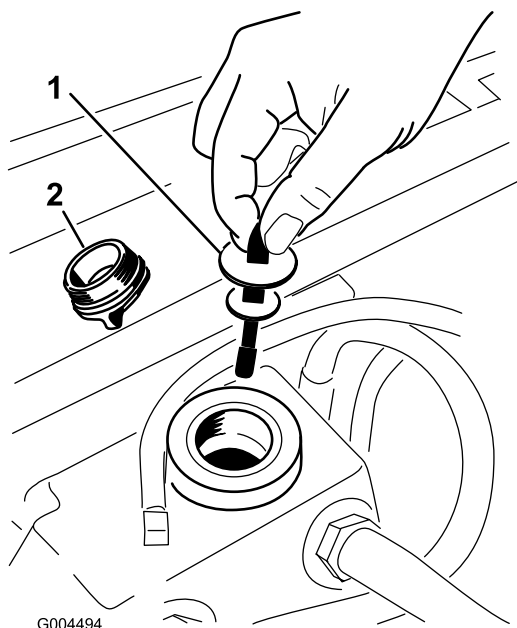

Figura 70
3. Togliete il tappo di riempimento del fluido idraulico dal collo del bocchettone (Figura 70).
4. Togliete l'asta di livello ed asciugatela con un panno pulito (Figura 70).
5. Inserite l'asta di livello nel collo del bocchettone, quindi estraetela e controllate il livello del fluido (Figura 70).